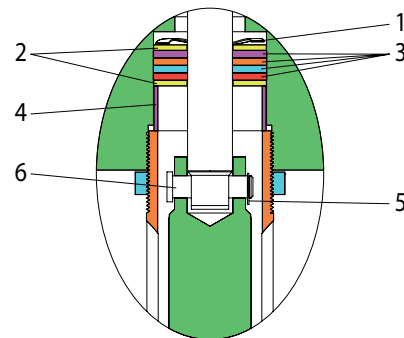

Figura 2
1. Afloje la tuerca de bloqueo (90571) y desenrosca la bomba del motor de aire. Esto expondrá el pin del conector (6) (ver figura 2).
2. Retire el anillo de retención (5) y el pin del conector (6) para liberar la varilla del pistón del motor de aire de la barra de pistón de la bomba inferior.
3. Retire el espaciador (4), la arandela (2), cuatro (3) envases y (2) arandela arandela de resorte (1) ondulado de la cavidad del motor de aire (ver figura 2).